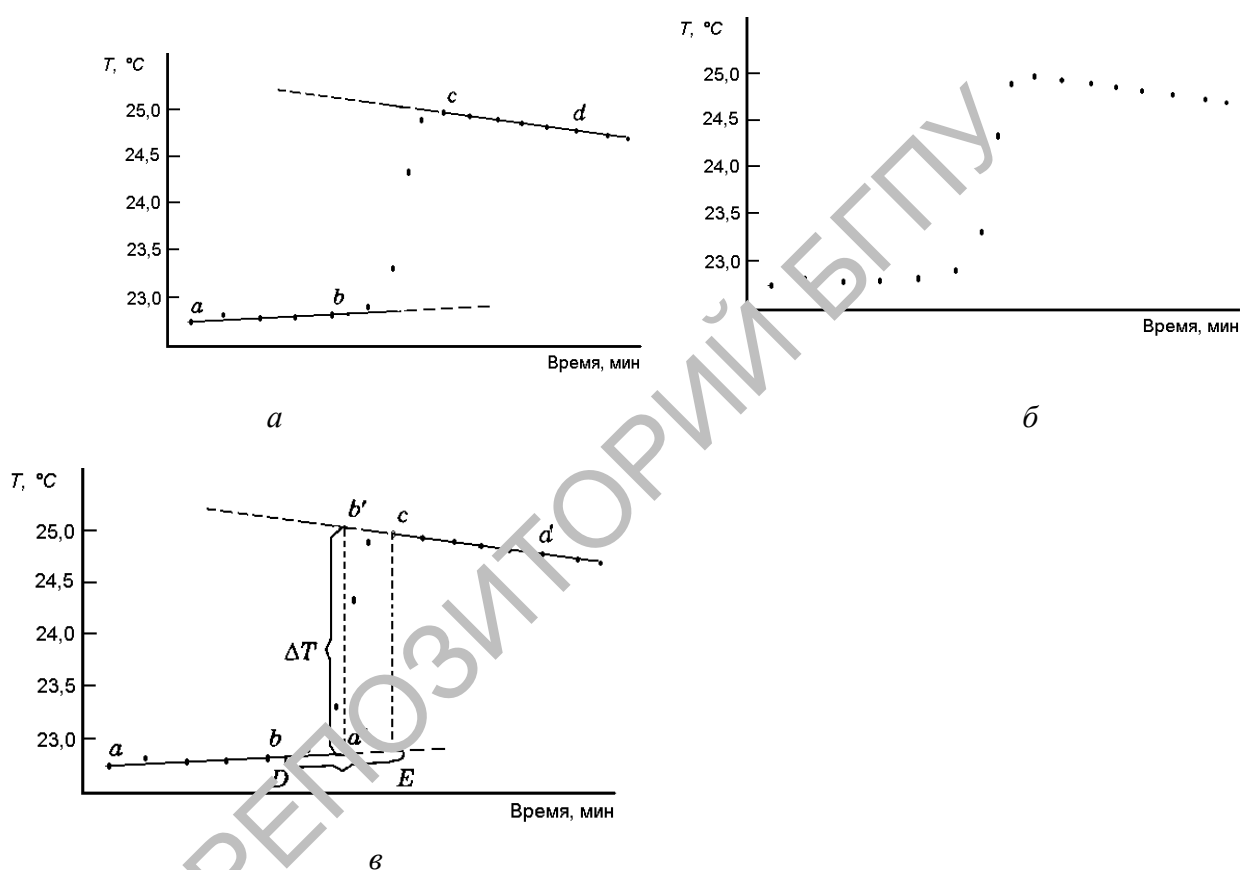

Рис. 5. Вид графической зависимости изменения калориметрического опыта температуры во времени
При проведении опыта необходимо определить скачок температуры  $\Delta T$  при растворении соли в воде (рис. 5).
Графическая зависимость температуры калориметрического опыта во времени показана на рис. 5в. Участок *ab* соответствует изменению температуры в начальном периоде, *cd* – в конечном; отрезок *a'b'* - изменение температуры за счет теплового эффекта исследуемого процесса.
10. Данные таблицы нанесите на график, определите скачок температуры  $\Delta T$  (К). Для этого на график нанесите все точки в соответствии с данными таблицы (рис. 5а). Затем проведите две прямые: одну по точкам начального периода (до той минуты, когда высыпали вещество в воду, в большинстве случаев это пятая минута); вторую по точкам заключительного периода, т. е. по тем точкам после растворения вещества, когда прекратилось резкое изменение температуры, вызванное растворением вещества (рис. 5б).